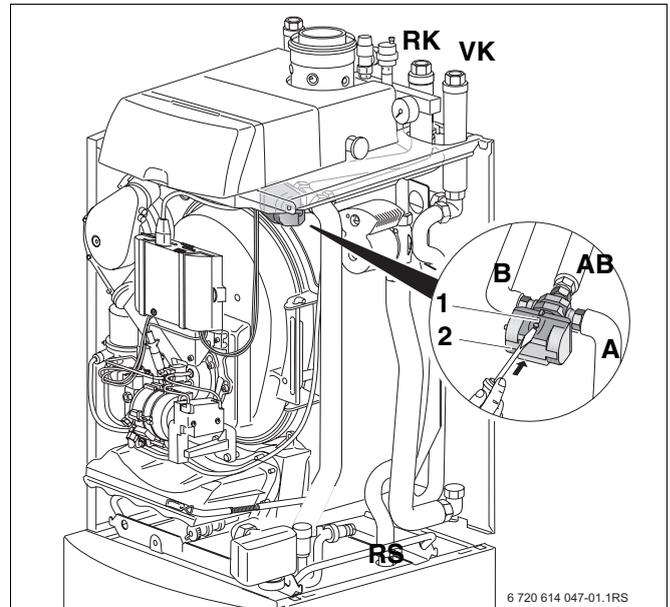

Bild 20 Manueller Umschalter des 3-Wege-Ventils bei Logano SB105T (Lupe zeigt das 3-Wege-Ventil von vorne)
- Manuelle Umschaltung des 3-Wege-Ventils (Bild 20, **Pos. 2**) durch Drücken des manuellen Umschalters (Bild 20, **Pos. 1**) in die Richtung von AB umschalten. Hierdurch wird der Durchfluss von AB-B auf AB-A umgeschaltet.
Beachten Sie, dass das 3-Wege-Ventil (Bild 20, **Pos. 2**) ohne Strom zwischen den Anschlüssen AB und B offen ist (siehe Bild 20).
Für Notbetrieb: Bei defektem Stellantrieb kann das 3-Wege-Ventil (Bild 20, **Pos. 2**) mit Hilfe des manuellen Umschalters (Bild 20, **Pos. 1**) von AB - B zu AB - A geöffnet werden (siehe Lupe in Bild 20).